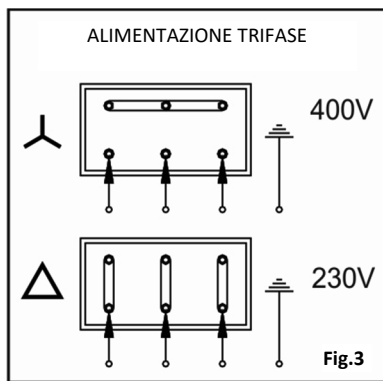

Fig.3
- Gli schemi della Fig.3 aiutano ad un corretto collegamento elettrico, in particolare per le versioni trifasi.